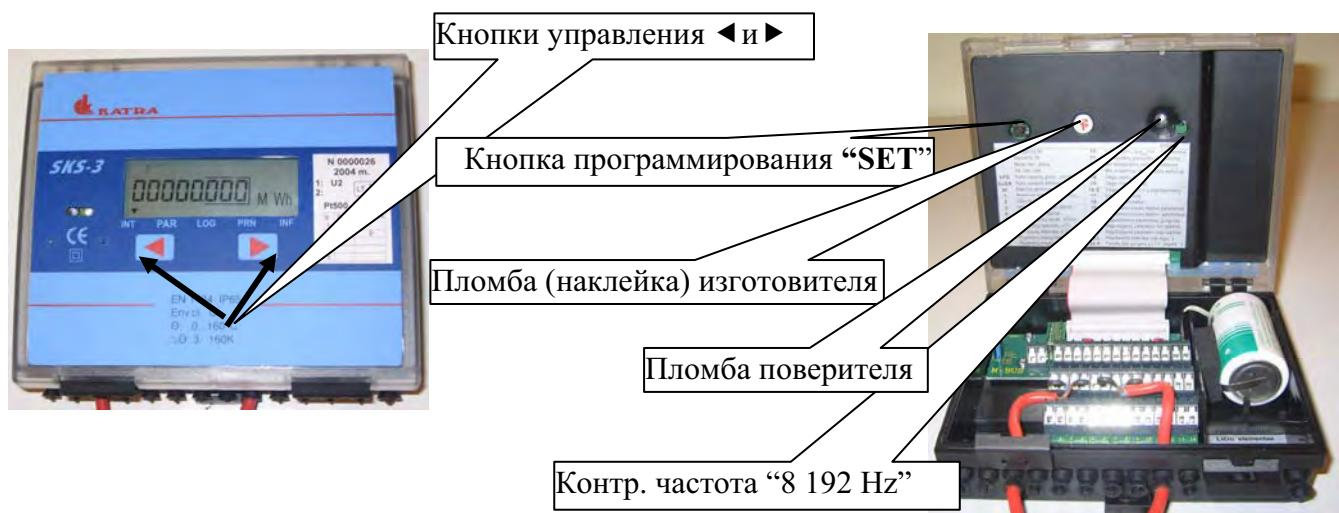

Рис.7.1. Общий вид вычислителя.
5.4.1. После изготовления, гарантийной пломбой завода изготовителя, пломбируется винт крепления крышки электронного модуля (рис.7.1а);
5.4.2. После поверки, пломбируется винт крепления крышки электронного модуля (рис.7.1а);
При выборе пункта (режима) “SET” необходимо нажать кнопку “SET”, находящуюся на крышке электронного модуля (рис. 7.1а). На индикаторе в верхнем правом углу высвечивается “SET”. Основной ввод значений настроек параметров, для параметрической настройки вычислителя, осуществляется при помощи кнопок управления \blacktriangleleft \triangleright , находящихся на передней панели вычислителя (рис.7.1) или при помощи компьютера. При повторном нажатии на кнопку “SET”, вычислитель выходит из режима программирования.
Рис.7.1а. Общий вид вычислителя